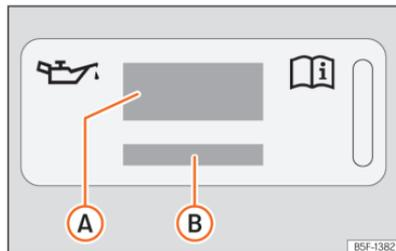

Abb. 240 Im Motorraum: Aufkleber mit Motoröl-Spezifikationen
Legende zur >>> (Abb. 240):
Wenn Motoröl nachgefüllt werden muss, verwenden Sie eines der auf dem Aufkleber angegebenen Motoröle >>> (Abb. 240). Der Aufkleber mit der vorgeschriebenen Motoröl-Norm befindet sich im vorderen Bereich des Motor-
- Wenn der Aufkleber mit den Motoröl-Spezifikationen »» **(Abb. 240)** fehlt, wenden Sie sich an einen Fachbetrieb.